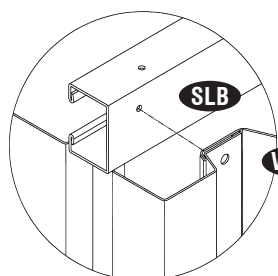

Fig.1
9. Desde el interior, coloque el canal corredero izquierdo (SLB) sobre el panel lateral frontal izquierdo (WFL) según indica la fig. 1. Ajuste los orificios del canal con los del panel lateral y sujételos utilizando tornillos (S1) con arandelas de plástico. Vea fig. 2.